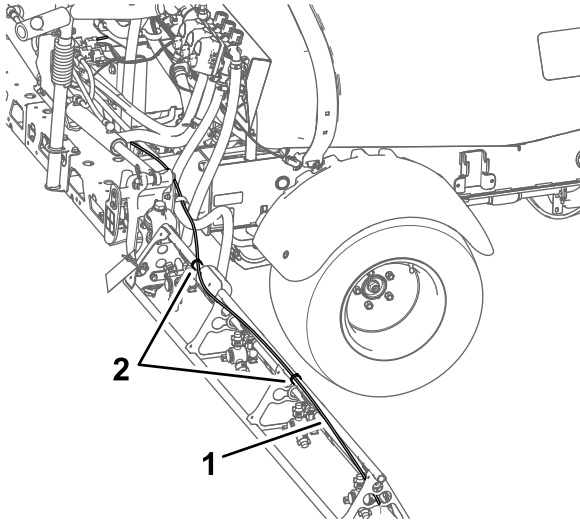

Figure 18
1. Retirez les serre-câbles qui fixent les tubes de liquide et d'air du kit traceur à mousse à la section de pulvérisation extérieure (Figure 18).